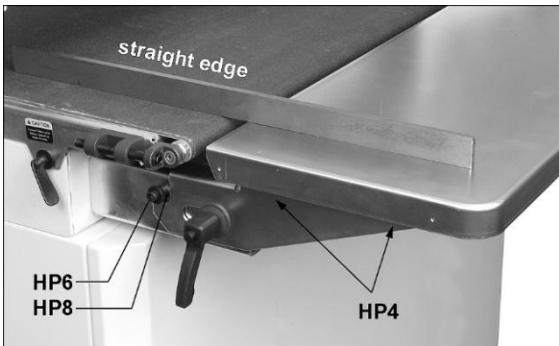

Abb. 6-4: Ausrichten der Verlängerungstische
6. Hinweis: Die Verlängerungstische müssen eben oder etwas unterhalb der Vorschubtischoberfläche platziert sein, damit das Schleifgut korrekt abgestützt wird. Zur Positionsüberprüfung ein Messlineal auf das Vorschubbänder legen und mit der abgesenkten Schleiftrommel festklemmen. Siehe Abb. 6-4. Den Verlängerungstisch anheben, bis sich die Tischoberfläche auf Höhe des Vorschubbändes befindet. Die Schrauben (HP4) festziehen.